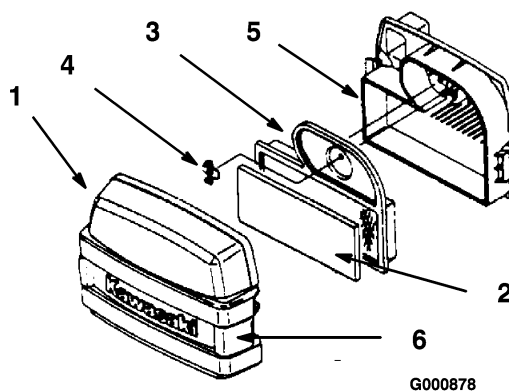

Figura 25
3. Limpie alrededor del limpiador de aire de forma que la suciedad no penetre en el motor y cause daños. Desenganche los dos cierres laterales y retire la tapa del limpiador de aire (Figura 25).
4. Separe cuidadosamente el filtro de gomaespuma del filtro de papel (Figura 25).
5. Desenrosque la tuerca de orejeta y retire el filtro de papel (Figura 25).